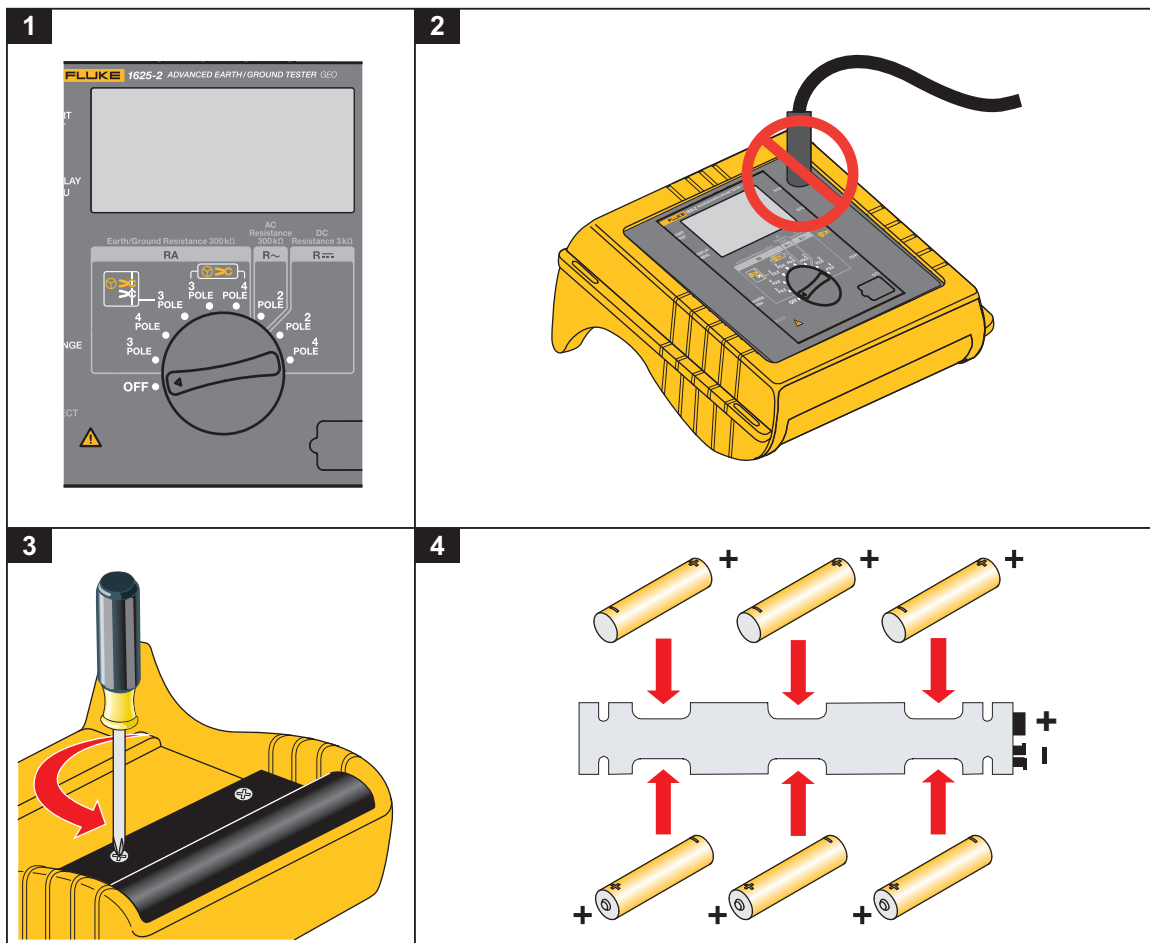

Figura 2. Inserção da pilha
1. Desligue o instrumento, consulte a Figura 2.